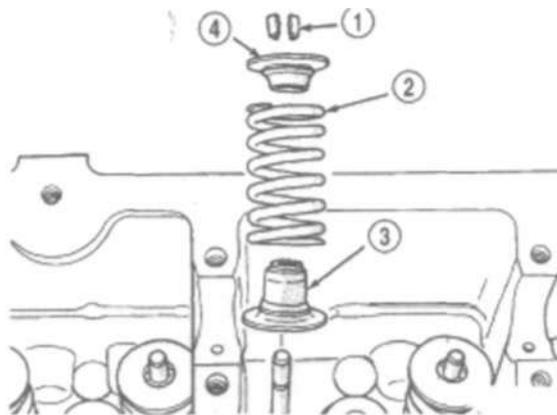

Рис. 27 Уплотнение штока клапана, седло клапанной пружины.
- (1) Установить подсобранные клапанное уплотнение/седло клапанной пружины (Рис. 27). Протолкнуть узел в клапанную втулку.
- (2) Установить клапанную пружину при помощи спец. приспособления MD-998772-A с адаптером 6779 для сжатия клапанных пружин, достаточного для установки замков. Отрегулировать центрирование приспособление во избежание задириков на штоке клапана.
- (3) Отсоединить воздушные шланги и установить свечи зажигания.
- (4) Установить распределительные валы и крышку головки блока.